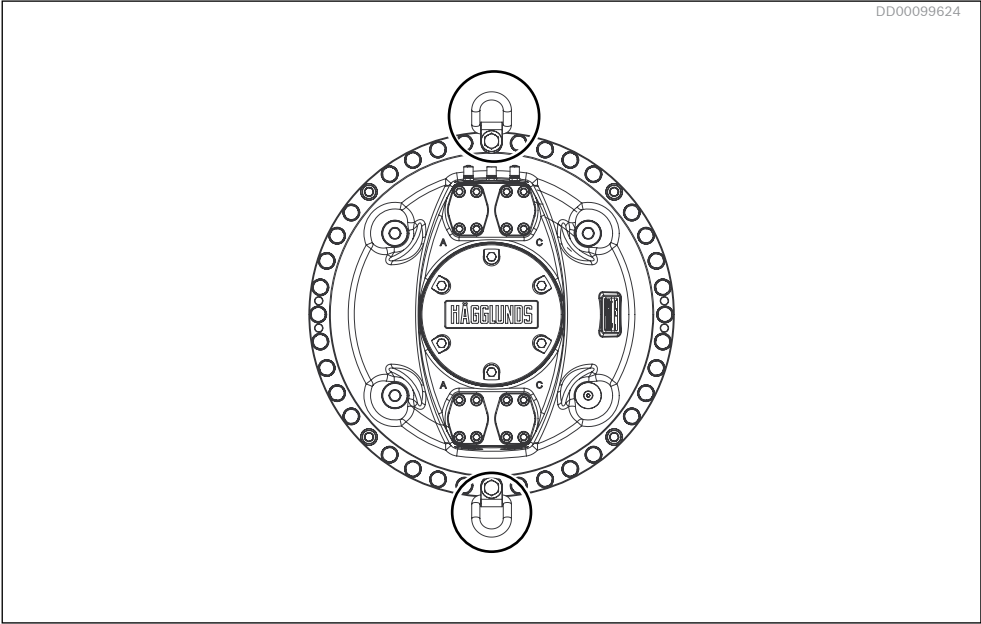

Fig. 4: Løfteøyer på motor
- Påse at riktig løfteøye brukes, se Fig. 4: og Tabell 5.